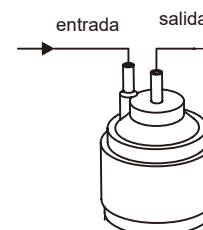

Fig 6
a. filtro PP / filtro CTO (fig 6)